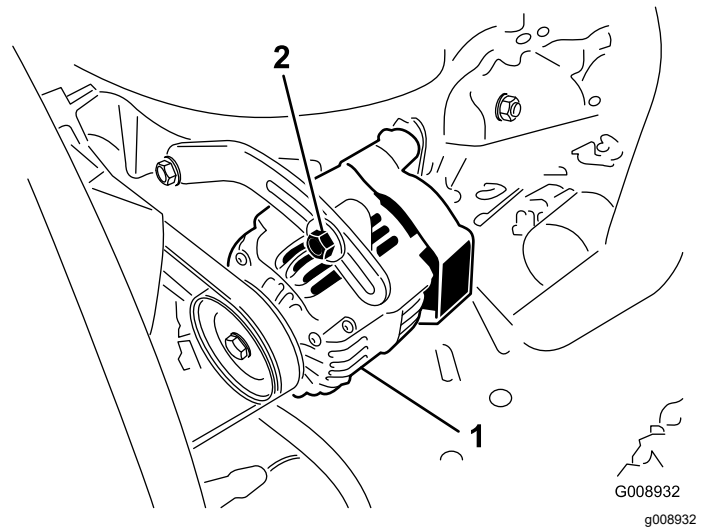

Bild 84
2. Lockern Sie bei einer Durchbiegung von mehr oder weniger als 10 mm die Befestigungsschrauben der Lichtmaschine (Bild 84).